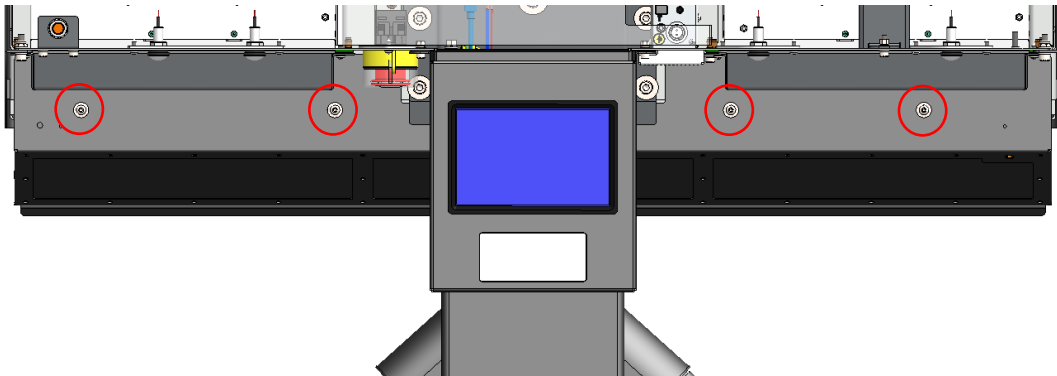

Рисунок 7.2. Расположение винтов на передней стороне станции
2. Изъять винты 1-4 (рис. 7.2). Снять корпус фильтра.